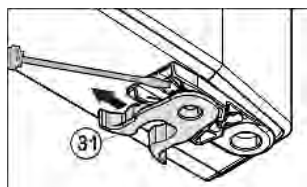

Fig. 6
- ▶ Premještanje opružne stezaljke Fig. 6 (31): Pritisnite osigurač prema dolje, prevucite opružnu stezaljku preko njega.